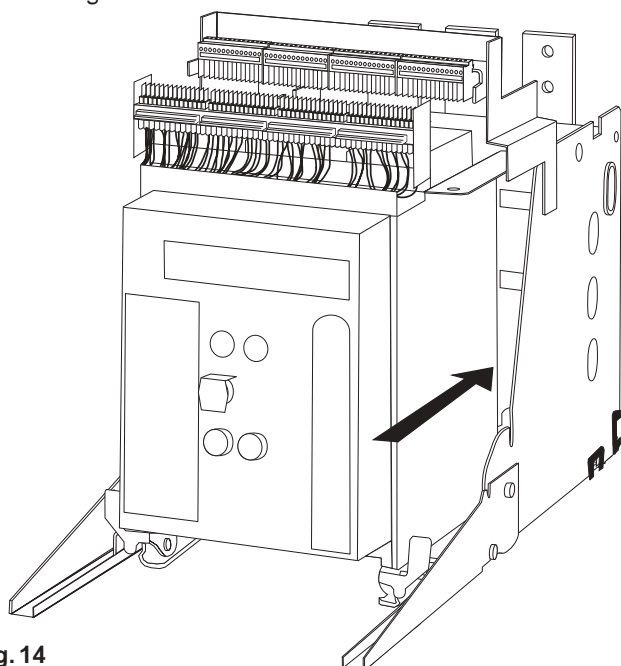
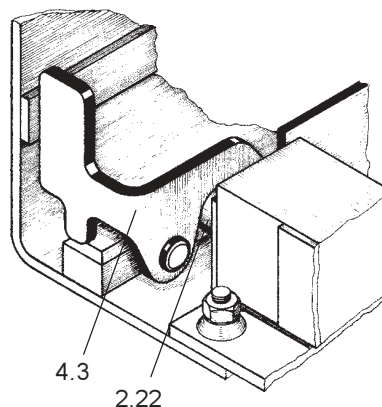

Fig. 14
Fig. 15
- Schalter einschieben (Fig. 14). Die Mitnahmeklinken 4.3 verrasten hierbei mit den Zapfen der oberen Traverse 2.22 (Fig. 15) und der Leistungsschalter steht in Trennstellung.
- Push the circuit-breaker into the guide frame (Fig. 14). The latches 4.3 will drop into position on the pins of the front cross-arm 2.22 (Fig. 15) and the breaker will be in the disconnected position.